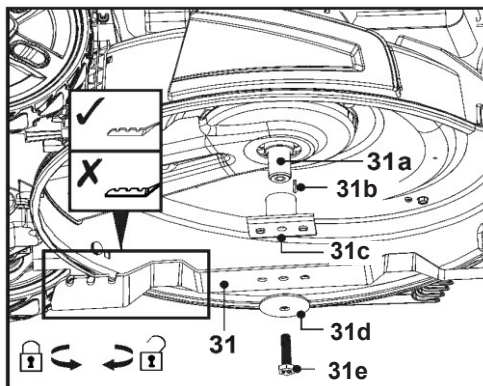

Рис. 28
1. Необходимо следить за тем, чтобы нижняя часть корпуса и режущее устройство (31) были чистыми и удалять весь мусор. Извлечь все остатки срезанной травы из заднего жёлоба для выброса травы (30).
2. Перед началом эксплуатации следует периодически проверять затяжку всех гаек и болтов. После длительного использования, особенно в условиях песчаной почвы, режущее устройство (31) изнашивается и частично теряет первоначальную форму. Эффективность кошения снизится, и режущее устройство будет необходимо заменить.
3. Для обеспечения эффективности кошения необходимо, чтобы режущее устройство (31) было острым. Замените изношенный или поврежденный режущий инструмент на новый инструмент того же типа или поручите его заточку квалифицированному специалисту.
4. Если нет возможности поднять косилку домкратом, её следует наклонить в правую сторону, чтобы крышка топливного бака (9) была сверху. Это помогает предотвратить утечку топлива и избежать затруднения запуска двигателя из-за заливки карбюратора (14).
5. Гаечным ключом (размер 17 мм) отвернуть болт с шестигранной головкой (31e) против часовой стрелки и снять его вместе с кашеобразной шайбой (31d), режущим инструментом (31), держателем лезвия (31c) и штифтом (31b) со шпинделя (31a) (рис. 28).
7. Заменить режущий инструмент (31) на новый такого же типа. Проверить состояние фланца держателя лезвия (31c), затем правильно закрепить режущий инструмент (31) и закрепить узел с помощью кашеобразной шайбы (31d) и болта с шестигранной головкой (31e). Затяните болт с шестигранной головкой (31e) по часовой стрелке с усилием 40-45 Нм, чтобы обеспечить безопасную эксплуатацию косилки (рис. 28).